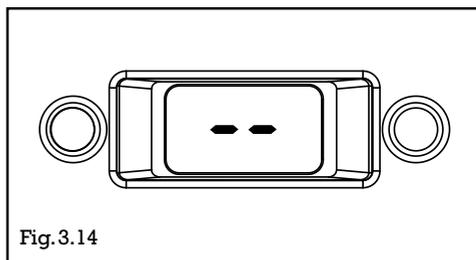

Fig.3.14
Quand le sélecteur de fonction est placé sur "☺", l'afficheur indique "--" (fig.3.14) sauf si la chaudière exécute un cycle d'hors gel (AF) ou d'analyse de combustion (CO).